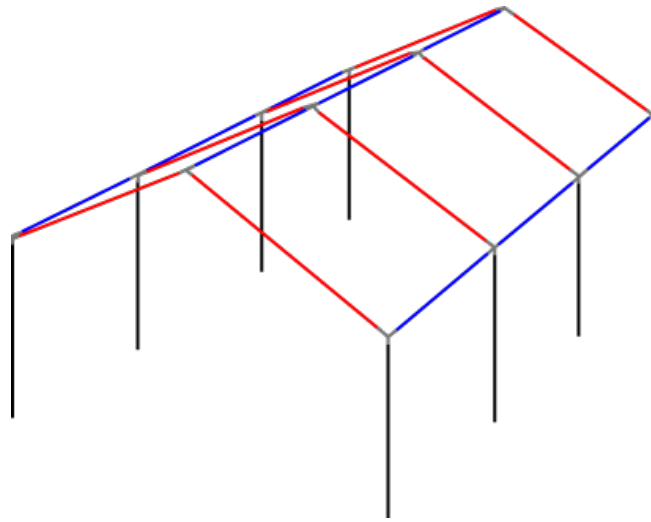

Abbildung 1: Schematischer Aufbau Gestänge 3 x 6 m
- Alle Stangen entsprechend dem schematischen Darstellung (Abbildung 1) auf sauberem Untergrund auslegen